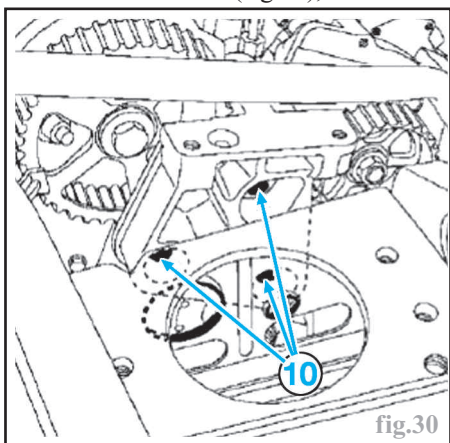

fig.30
- les vis de fixation (10) du support avant de la pompe haute pression sur le côté de la culasse (fig.30),